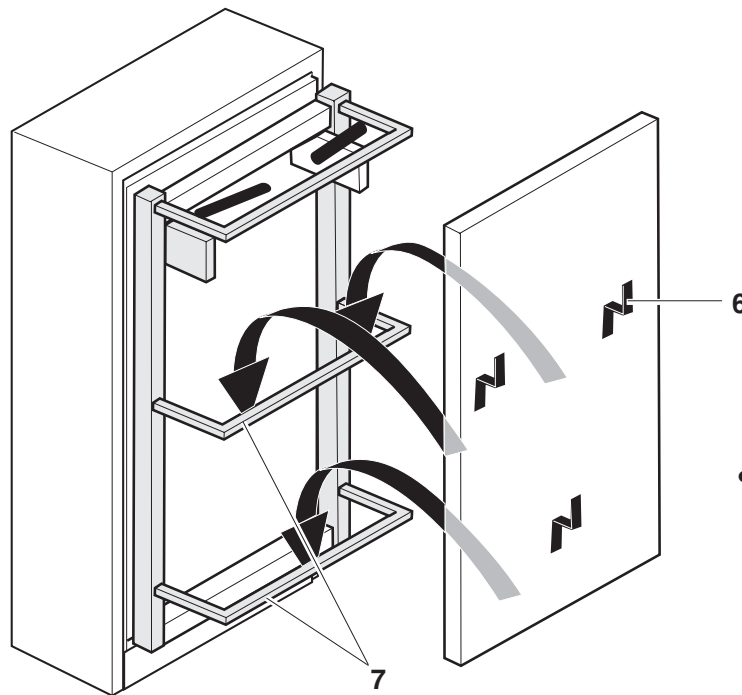

Abb. 13
- Vorbereitete Frontplatte an den Frontplatten-Befestigungswinkel **6** in die Querrohre **7** am Bettgestell einhängen, siehe **Abb. 13**.